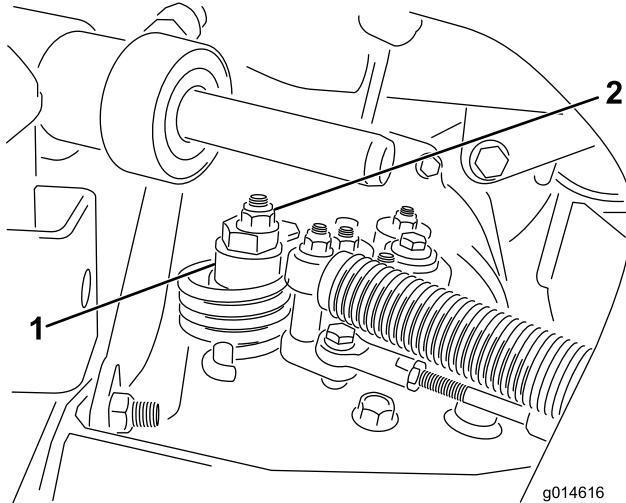

图 51
- A. 松开将偏心螺栓固定到静液压泵顶部的螺母（图 51）。
- C. 旋转偏心螺栓，直到不再出现任何方向的缓慢前移。当轮子停止旋转时，旋紧螺母，锁定偏心螺栓和调整（图51）。将油门移至“慢速”和“快速”位置，验证调节情况。